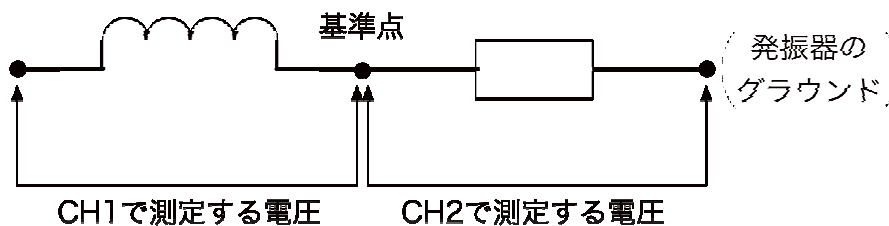

図 3 - 9 コイルと抵抗の直列回路
(1) 図 3 - 9 に示すようなコイル (100mH) と抵抗 (3.3k Ω) の直列回路を組む。ブレッドボードにコイルと抵抗の足を差し込む。この回路では、直列回路のコイル側に発振器出力をつなぎ、抵抗側にグラウンドをつないだことになる。
(6) の状況で、オシロスコープの画面に表示された波形を解答用紙の図 3 - 3 内に描きなさい。